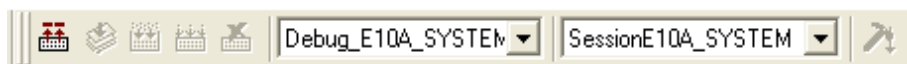

図 4.27 ツールバーの選択
1. ツールバーのドロップダウンリストボックス(図4.27)からセッションを選んでください。